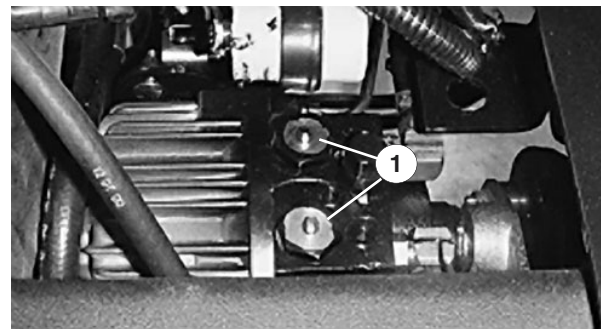
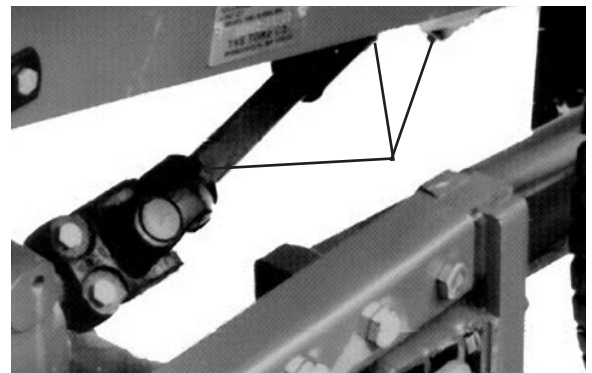

Bild 14
Bild 15
2. Drücken und halten Sie die Stifte in der Mitte der zwei (2) Rückschlagventilgruppen oben am Getriebe (Bild 14), während die Maschine geschoben oder abgeschleppt wird.
Fetten Sie die Stifte an den Rückschlagventilen (Bild 14) einmal pro Jahr gründlich ein. Fetten Sie gleichfalls die Lager der Hinterachse (ohne Abbildung) alle 500 Stunden oder mindestens einmal jährlich ein. Die Zugmaschine ist mit Lagern und Büchsen ausgerüstet, die Sie regelmäßig einfetten müssen. Dabei handelt es sich um die folgenden: Zapfwelle (Bild 15); Drehbüchsen – Hubarm (Bild 16), Drehbüchsen – Bremse (Bild 17); Antriebswelle (3) (Bild 18); Enden der Zugstange (2), Zylinderspurstangen (2), Lenkgelenke (2) und Achsenhubgestänge (Bild 19); Spanngelenk – Zapfwelle (Bild 20) und das hintere Lager an der Zapfwelle (Fig. 20). Fetten Sie auch beide Bremszüge am Antriebsrad und an den Enden der Bremspedale (Bild 17) ein.
Fetten Sie auch beide Bremszüge am Antriebsrad und an den Enden der Bremspedale (Bild 14) ein.